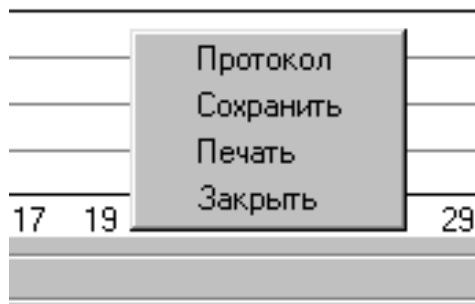

Рисунок 6
10.7.3 Для определения гармонического состава выходного напряжения при холостом ходе и на нагрузке 27.5 Ом, 2кВт. Для этого следует установить курсор мыши в окно спектра и нажать правую клавишу мыши. В появившемся меню (рисунок 6) выбрать пункт «Протокол»